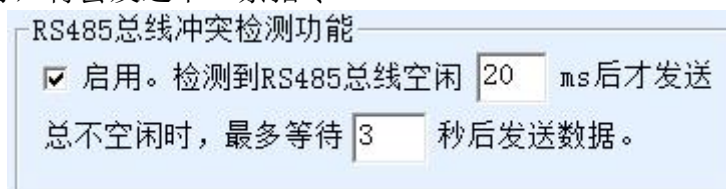

图 34 RS485 防冲突空闲时间
1. 图 34 所示为“RS485 总线防冲突时间”，一般可以设置为参数配置界面右下角的“数据包间隔”的两倍，但是最小不能小于 20。